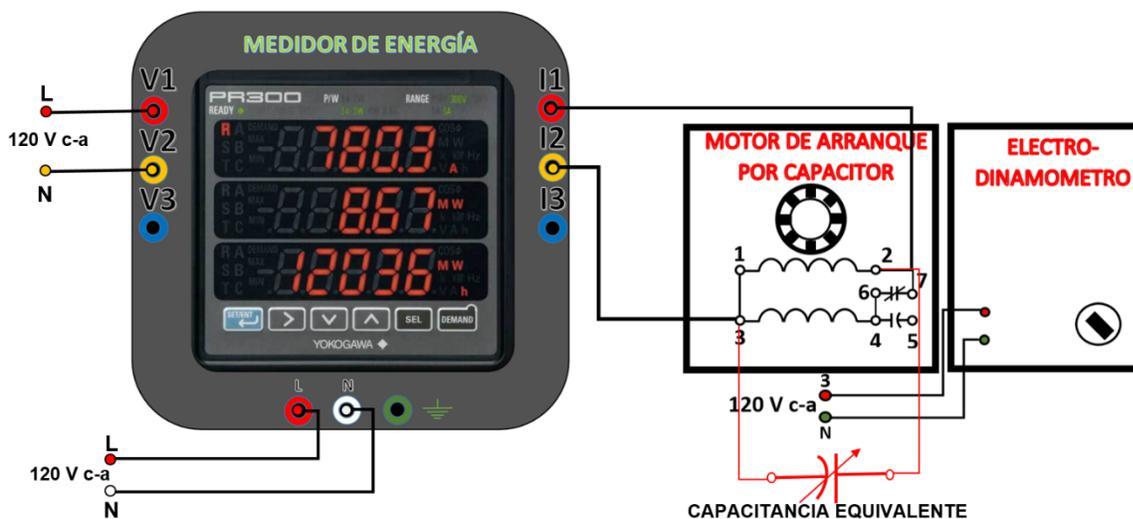

Figura 9.2
9.2. Conecte en paralelo los dos módulos de capacitancias y posteriormente conéctelos en paralelo al motor como se indica en la figura 9.2. Verifique que los interruptores se encuentren abiertos.